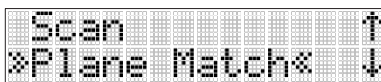

Abb. 16 PlaneMatch Menü
- 5.) Drücken Sie die Taste M (r), lassen Sie sie los und wählen Sie >>PlaneMatch<< (siehe Abb. 16).